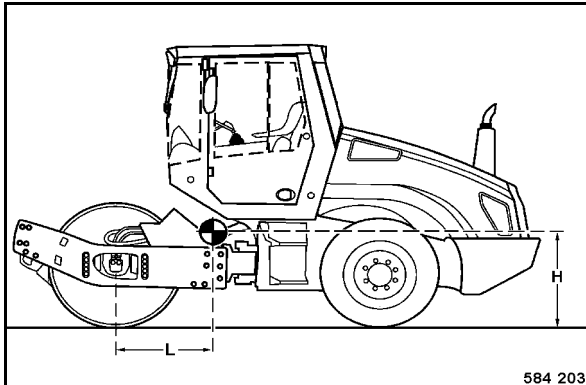

Fig. 119
**Position du centre de gravité (Fig. 119):**